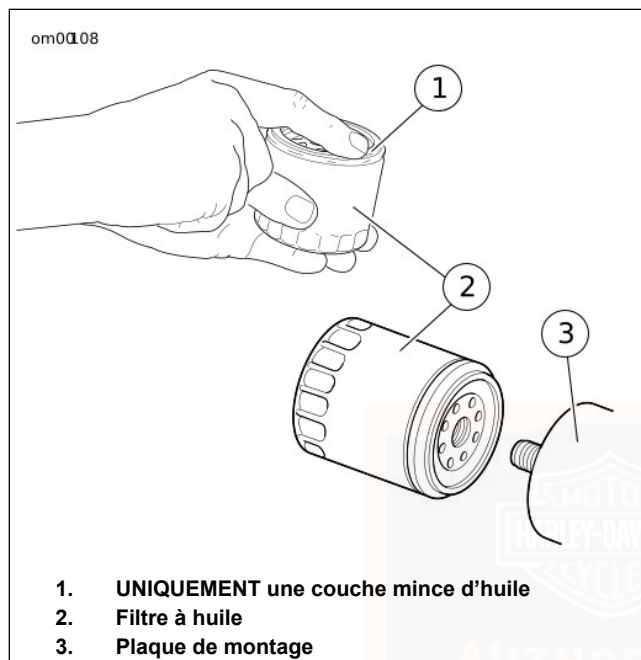

Figure 50. Application d'une couche mince d'huile
8. Voir Figure 50. Lubrifier le joint avec une huile moteur propre et installer un **nouveau** filtre à huile sur le support. Serrer le filtre à huile à la main d'un demi à trois-quarts de tour une fois que le joint touche la surface de montage du filtre. Ne pas utiliser de OIL FILTER WRENCH (CLÉ À FILTRE À HUILE) (N° DE PIÈCE : HD-42311) pour l'installation du filtre à huile.